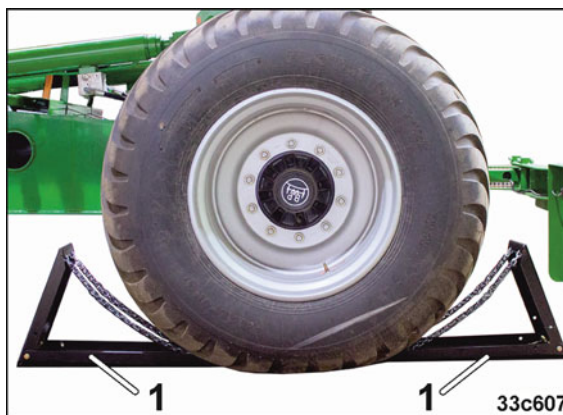

Fig. 146
1. Vérifier que la machine est immobilisée par des cales (Fig. 146/1).